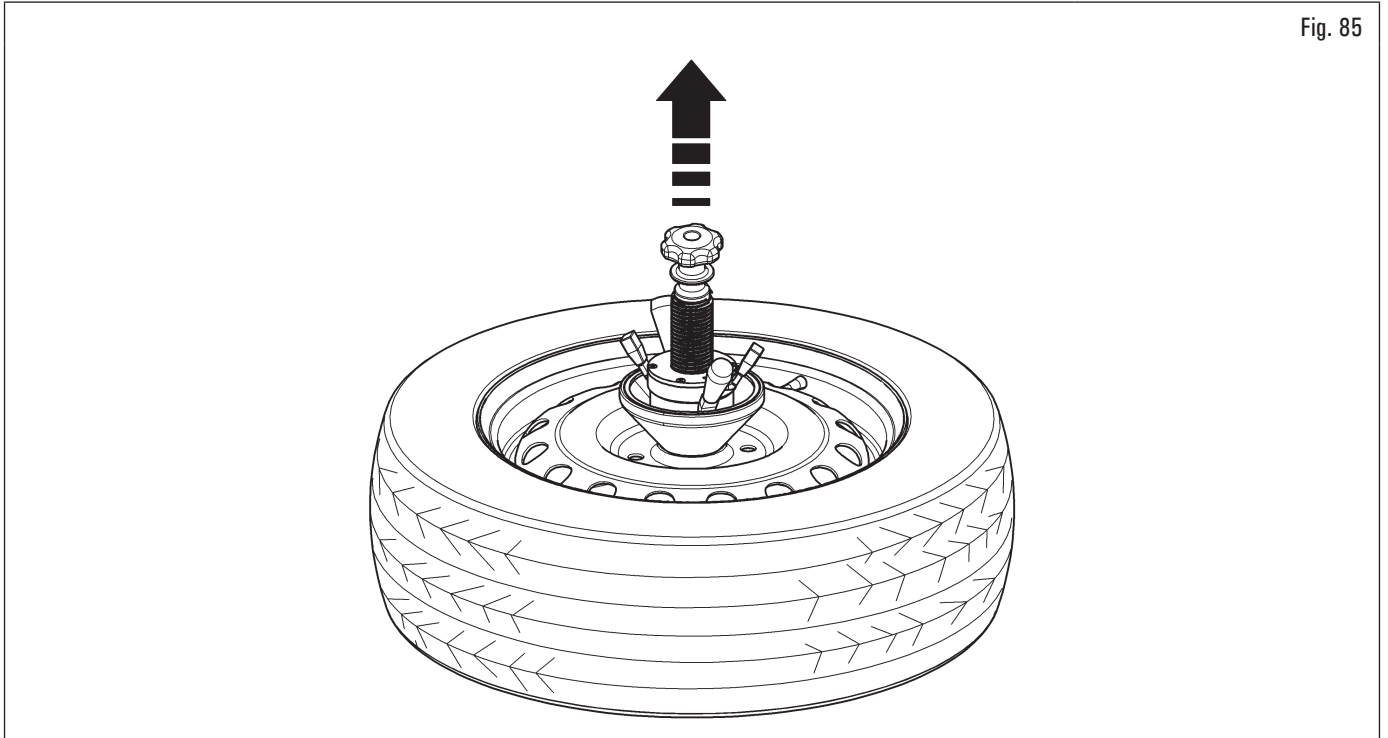

Fig. 85
8. une fois l'opération terminée, retirer tous les outils utilisés ainsi que le dispositif de verrouillage (voir Fig. 85).